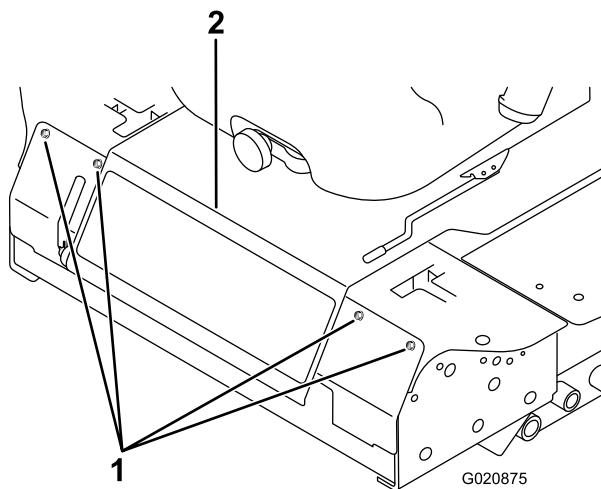

Рисунок 47
2. Снимите болты крепления передней панели и снимите переднюю панель (Рисунок 47).